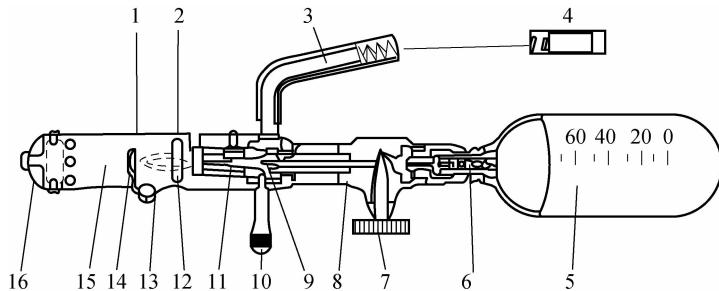

图 3-12 检漏灯式检漏仪的结构
(3) 检漏仪。检漏仪是用来检查空调制冷系统有无泄漏部位的主要工具,它是一种丙烷气燃烧喷灯,利用制冷剂气体进入安装在喷灯的检测管(吸入管)内,会使喷灯的火焰按漏气的多少相应地改变颜色这一特性来判断制冷剂的泄漏部位及泄漏程度。其结构如图 3-12 所示。